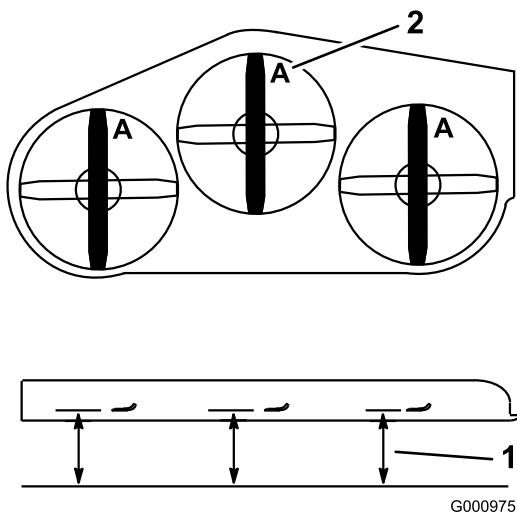

Bild 81
3. Drehen Sie die Schnittmesser, bis die Enden nach vorne und hinten gerichtet sind (Bild 81). Messen Sie von einer ebenen Fläche bis zu den Schnittkante (Position A) der Messer (Bild 81). Notieren Sie diesen Wert.